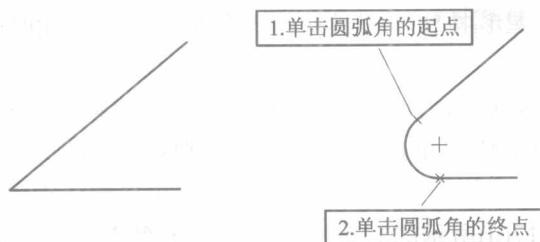

图 2-14 草绘倒圆角
(1) 倒圆角：单击工具按钮，选择两个相交的图元，此时在这两个相交图元间便生成一个圆角，而圆角的大小与选择图元的位置有关，如图 2-14 所示。